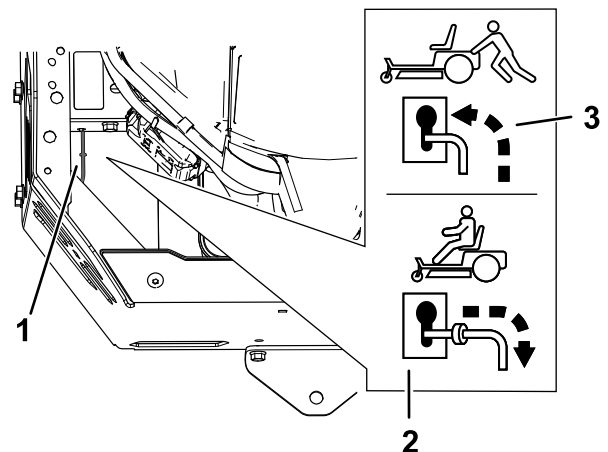

Figure 30
4. Déplacez les leviers de dérivation en avant dans l'encoche en trou de serrure, puis vers le bas pour les verrouiller en position (Figure 30).